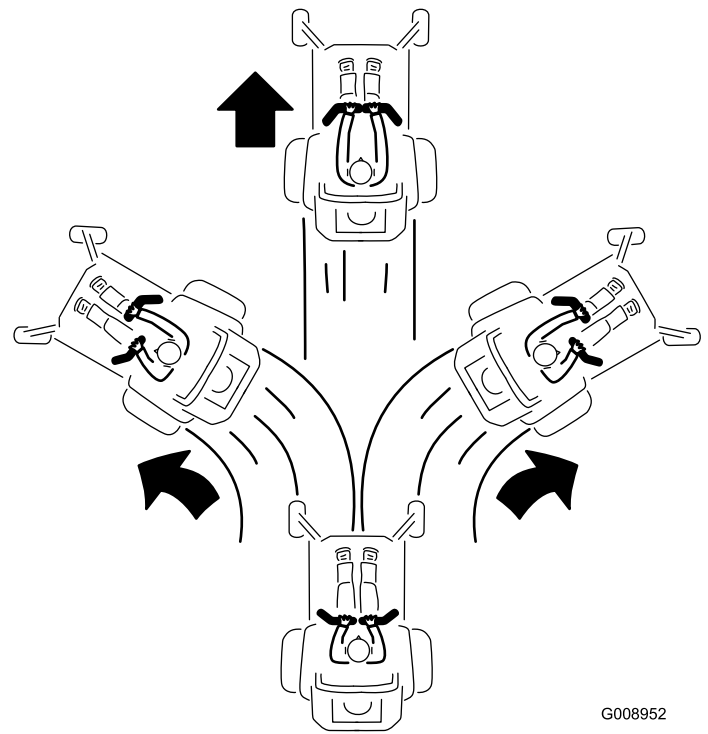

Figura 23
3. Para andar para a frente empurre as alavancas de controlo do movimento para a frente (Figura 23).